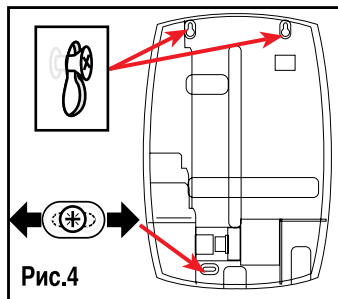

Рис.4
4. Приложите основание аппарата к стене и отмерьте три контрольные точки крепления (Рис. 4).